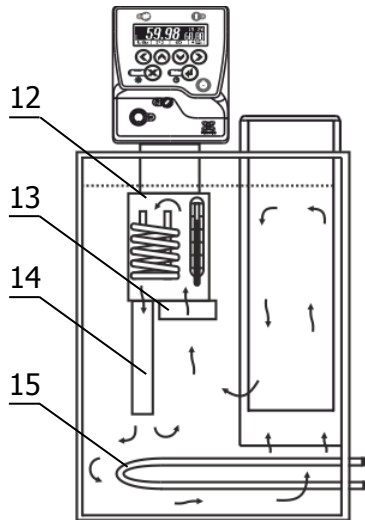

Рисунок 3 — Принцип работы термостата
1.4.4 Охлаждение теплоносителя происходит посредством теплообмена с окружающей средой или с охлаждающей жидкостью, пропускаемой через встроенный теплообменник 15 (рисунок 3).